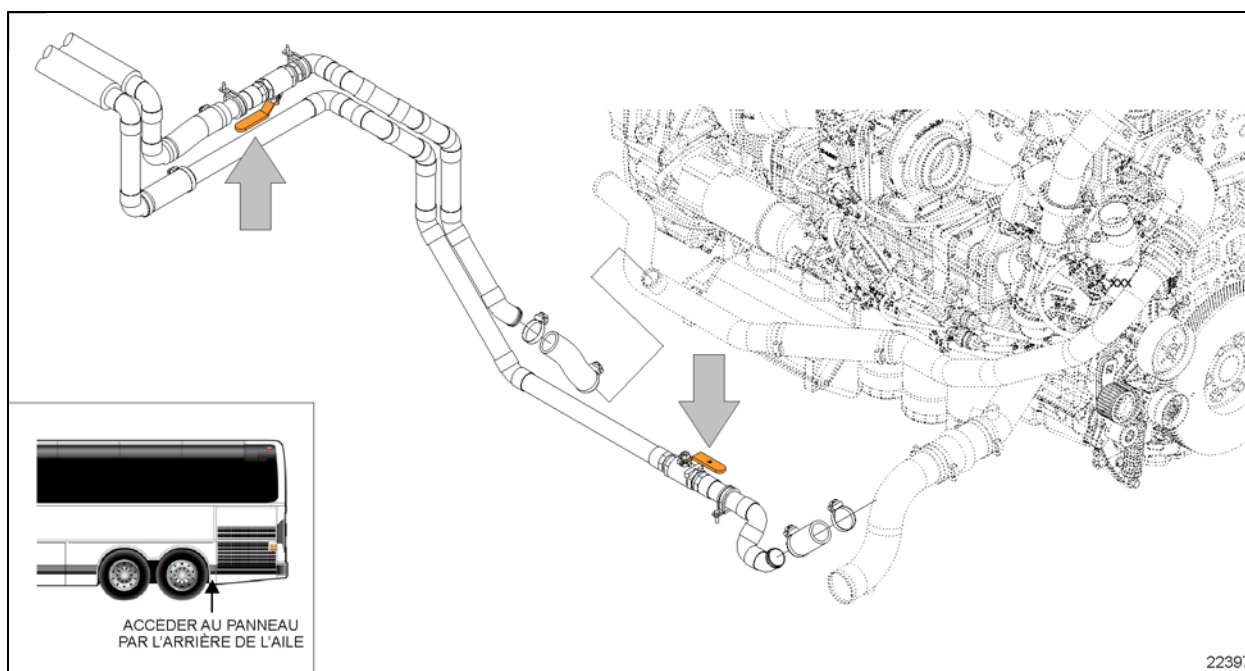
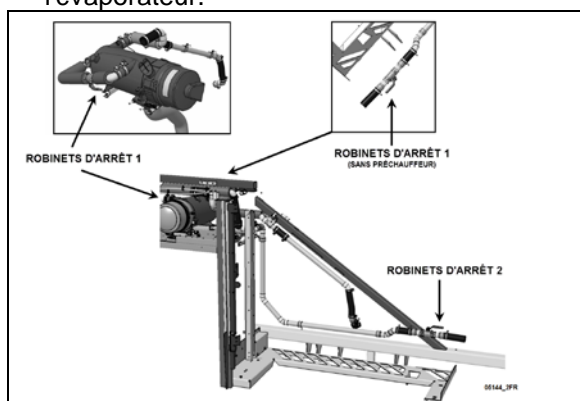

FIGURE 72 ROBINETS D'ARRÊT DE LA LIGNE DE CHAUFFAGE DE LA SÉRIE X (DISPOSITION DE TUYAUTERIE DE TRANSMISSION ALLISON ILLUSTRÉE)
FIGURE 73: ROBINET D'ARRÊT DE LA CONDUITE DE CHAUFFAGE DE LA SÉRIE H3
3. Fermer les soupapes d'arrêt des conduits d'eau chaude situées près du moteur du côté rue (voir Figure 72 ou Figure 73).
2. Fermer les deux soupapes d'arrêt de la canalisation de chauffage. (Figure 72 or Figure 73). L'une se trouve dans le compartiment moteur, côté route, en bas, près du radiateur, tandis que l'autre se trouve derrière l'aile articulée arrière gauche, près du préchauffage.